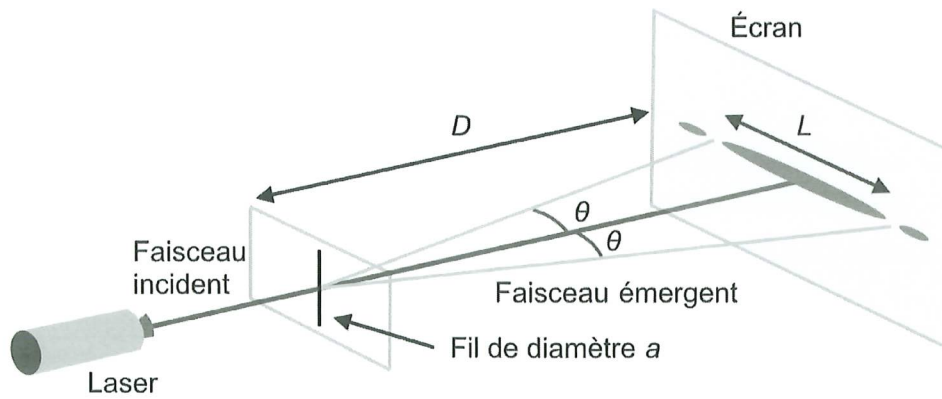

Figure 2 – Schéma du montage expérimental
Pour s'assurer de la valeur du diamètre d'un fil affichée à 0,45 mm sur une bobine pressentie pour fabriquer une harpe électrique, on utilise le dispositif schématisé sur la figure 2. Un fil de diamètre a est positionné sur le trajet d'un faisceau laser de longueur d'onde λ et un écran est placé à une distance D du fil. Une série de taches lumineuses apparaît sur l'écran.
- Q.2.** Exprimer l'angle caractéristique θ en fonction de la largeur L de la tache centrale et de la distance D , à l'aide de la figure 2 et en utilisant l'approximation des petits angles.
Le montage expérimental de la figure 2 est utilisé avec le fil dont on cherche à vérifier le diamètre a . La mesure de la largeur de la tache centrale pour ce fil est $L = 8,0 \text{ mm}$ avec une incertitude-type $u(L) = 0,5 \text{ mm}$.